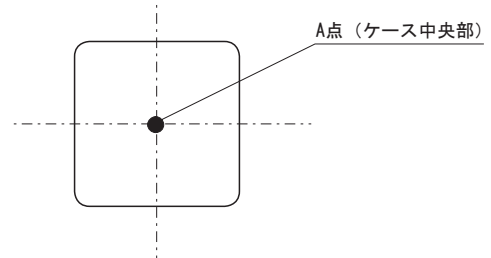

図7.1 MG15 温度測定箇所 (ケース上面)
- 図7.1のA点の温度が105°C以下となるように使用してください。また、電源の周囲温度が85°C以下となるようにお使いください。